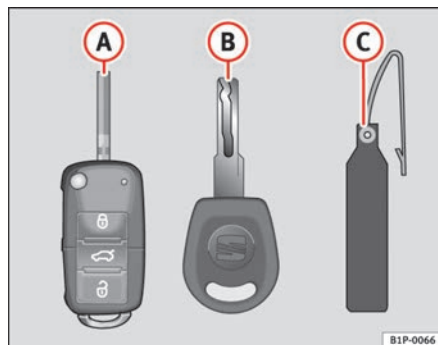

Fig. 54 Juego de llaves
- una llave con mando a distancia ⇒ fig. 54 (A) con espadín desplegable*,
- una llave con mando a distancia, (B),
- un llavero de plástico (C) con el número de la llave.
Sólo es posible hacer duplicados con el número de la llave del llavero de plástico ⇒ fig. 54 (B). Por este motivo: